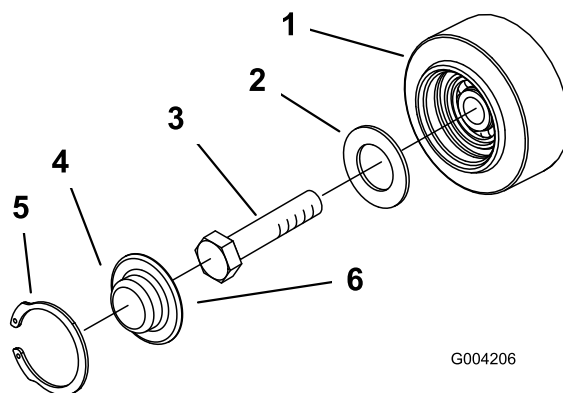

Bild 45
3. Nehmen Sie den Sprengring und die Kappe vom Straßenrad ab (Bild 45).
4. Prüfen Sie das Schmiermittel unter der Kappe und um die Dichtung (Bild 45). Wenn es schmutzig, körnig oder verbraucht ist, entfernen Sie das gesamte Schmiermittel, wechseln Sie die Dichtung aus und fügen Sie neues Schmiermittel hinzu.
6. Setzen Sie die eingefettete Straßenradkappe auf den Schraubenkopf (Bild 45).
7. Befestigen Sie die Straßenradkappe mit dem Sprengring (Bild 45).